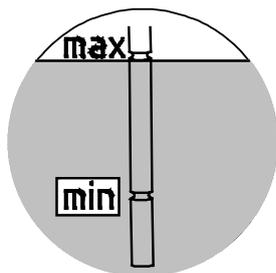

Figura 23: Comprobar el nivel de aceite con la varilla de nivel.
4. **Reductor con depósito de expansión de aceite:** El nivel del aceite debe comprobarse con la varilla de nivel (rosca G1¼) en el depósito de expansión de aceite. El nivel del aceite debe estar entre la marca inferior y la superior con la varilla de nivel totalmente enroscada (véase Figura 23). Si es necesario, el nivel de aceite deberá corregirse con el tipo de aceite adecuado. Estos reductores solo pueden funcionar en la posición de montaje indicada en el capítulo 7.1 "Modos de construcción y mantenimiento".